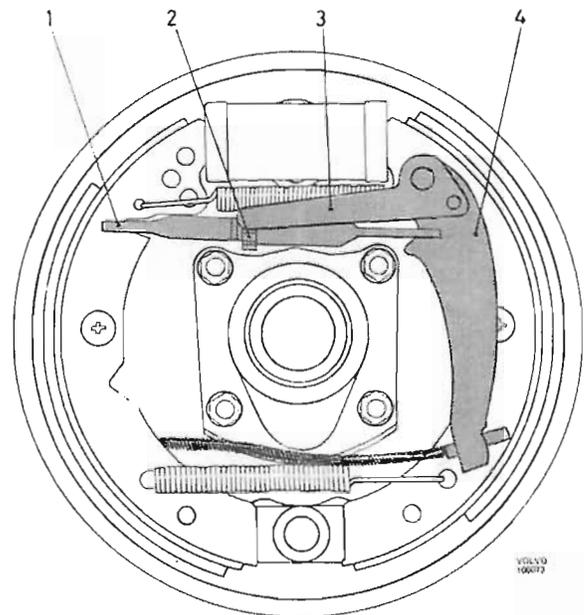

Abb. 16 Selbsttätige Nachstellvorrichtung
Die Hinterradbremse der Zweikreis-Bremsanlage, B 20 ist vom gleichen Typ wie die der Einkreis-Bremsanlage, jedoch mit selbstnachstellender Vorrichtung versehen (Abb. 16 u. 17). Die dadurch entfallene Einstellvorrichtung ist durch eine Stütze für die Bremsbacken ersetzt worden. Beim Anziehen der Handbremse wird der Schwinghebel (4) nach vorn bewegt. Dabei wird der Nocken des Nachstellhebels (3) nach oben abgelenkt. Im Normalfall ist diese Bewegung nicht so groß, daß der Zahnstand der Stellmutter (2) dadurch geändert wird. Falls jedoch der Abstand zwischen Bremsbacke und Bremstrom-